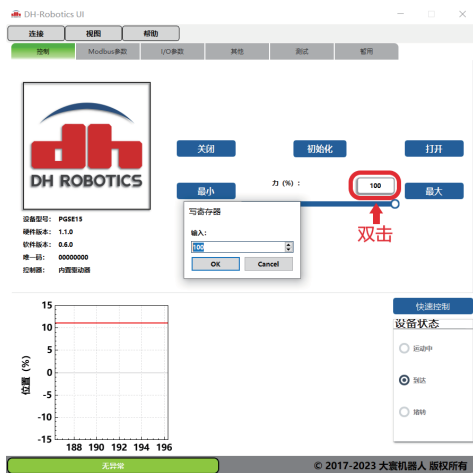

图3.2 力值设置
- ①**设置力值**:双击数值控件,写入对应力值后“OK”确认(如图3.2所示)。